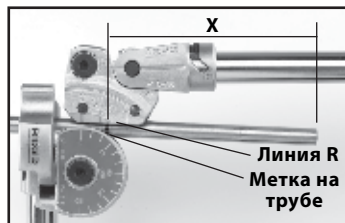

Рис. 8 – До гибки
- Если элемент находится **СПРАВА** от метки (см. рис. 8 – До гибки), совместите метку на трубе с линией "R" на каретке.